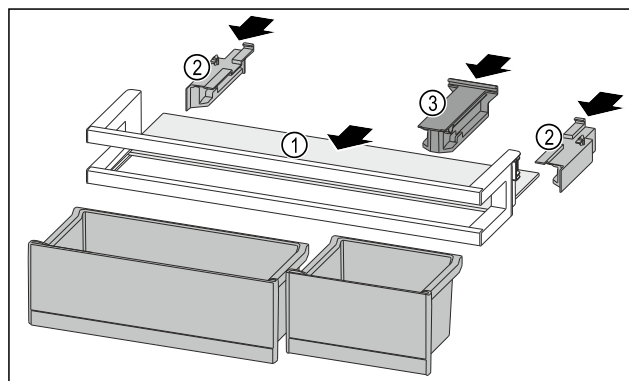

Fig. 95
- ▶ Odkládací plochu Fig. 95 (1) zasuňte do bočních vybrání.
- ▶ Boční díly Fig. 95 (2) vložte.
- ▶ Držák Fig. 95 (3) vložte.